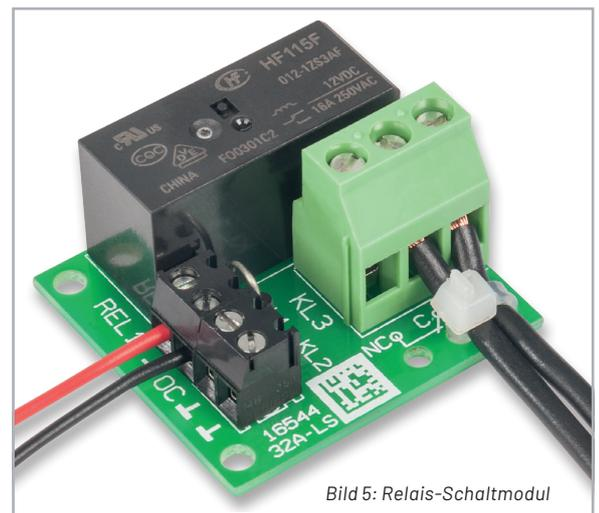

Bild 5: Relais-Schaltmodul
Für das Schalten größerer Lasten kann das ELV-LW-OC8 mit dem Relais-Schaltmodul RSM1 (Bild 5) kombiniert werden. Während die Open-Collector-Ausgänge direkt nur begrenzte Ströme schalten können, ermöglicht das RSM1 den Einsatz eines leistungsfähigen, potentialfreien Relais-Wechslerkontakts. Dadurch lassen sich höhere Spannungen und Ströme sicher und zuverlässig schalten, z. B. für leistungsstarke Pumpen, elektrische Heizungen oder Beleuchtungen.
- Die an Klemme KL3 angeschlossenen Leitungen müssen mit Kabelbindern auf der Platine gegen Lösen gesichert werden (Bild 5).